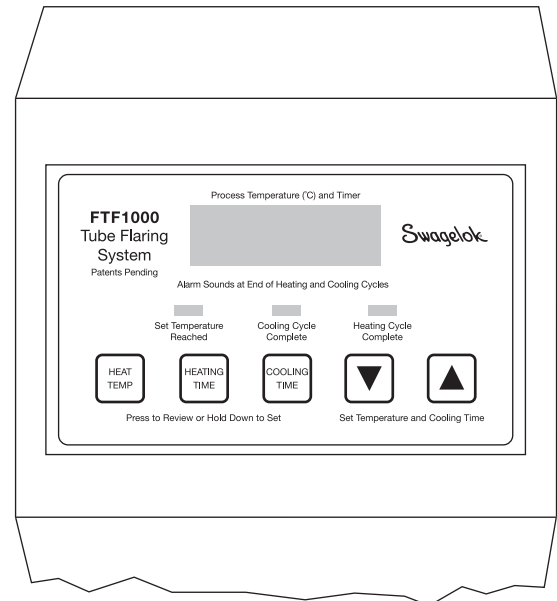

図 3
6. 加熱温度 (HEAT TEMP)、加熱時間 (HEAT TIME)、冷却時間 (COOLING TIME) をセットするには、コントロール・パネルにある該当ボタンを押したまま、矢印ボタンを押して、値を設定します(図3参照)。各値の設定の際には、表1: 設定ガイドラインをご参照ください。